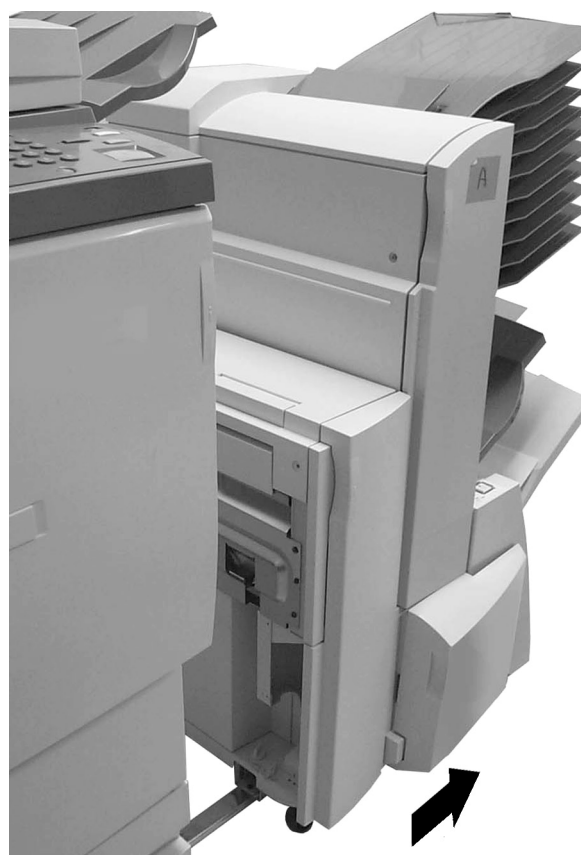

Figura 9: Afastar o Finalizador do copiator/ impressora
- 1 Desloque o Finalizador para a direita (Figura 9).